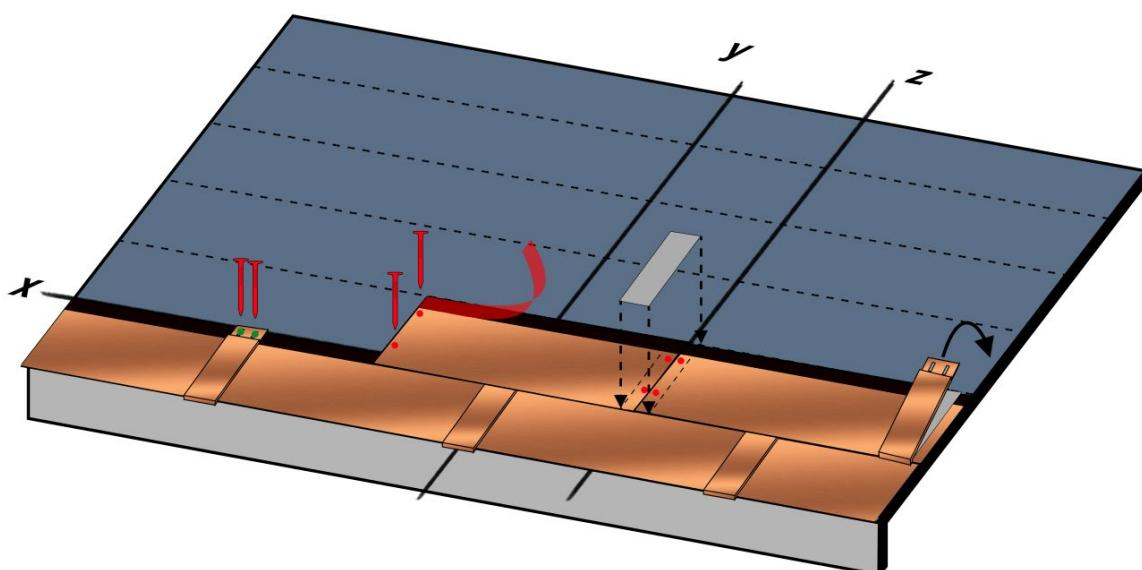
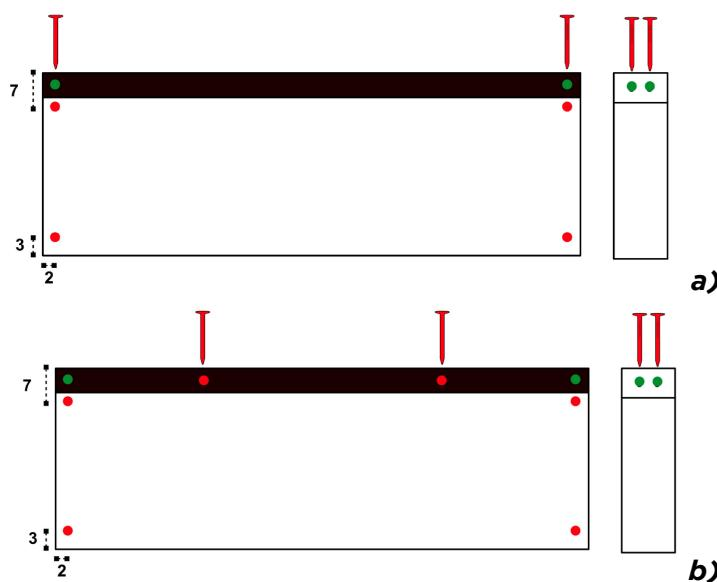

Fig. 10 - Posa della seconda fila di tegole
Fig. 11 – Chiodatura tegole **a)** pendenze <60°; **b)** pendenze >60°
- Procedere con la posa della seconda fila di tegole: allineare il bordo laterale della prima tegola sulla verticale z e il bordo superiore sull'orizzontale distante 29 cm da x - Fig. 10. Chiodare la tegola al sottofondo posizionando 4 chiodi inox per tegola, come da chiodi rossi di Fig. 11 a). Nel caso di pendenze di falda tra 60°- 85°, posizionare 2 chiodi inox aggiuntivi, per un totale di 6 chiodi per tegola, come da chiodi rossi Fig. 11 b). I chiodi verdi indicati in Fig. 11, sono quelli che andranno a fissare i Compact Clips. Procedere con la posa di tutte le tegole della fila in modo analogo. Rimuovere la pellicola di protezione dalla fascia autoadesiva superiore delle tegole, applicare il Compact Strip e il Compact Clip - Fig. 10.